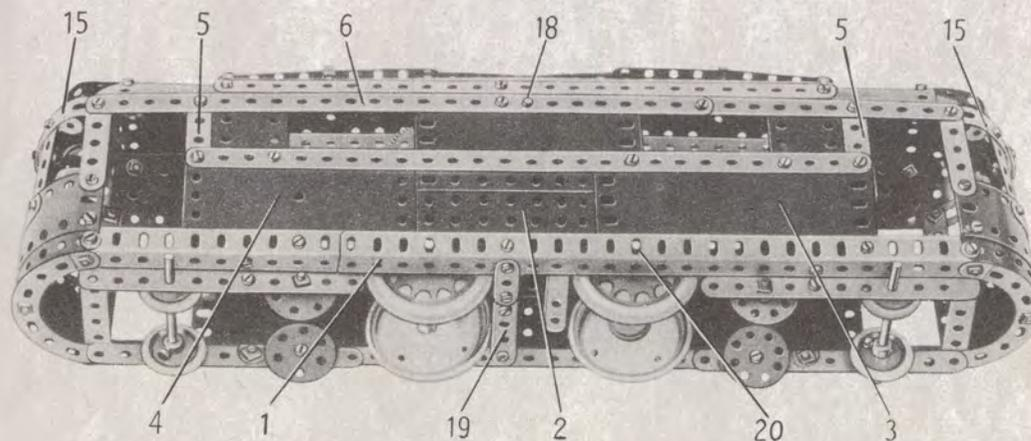

Fig. 5.3a
Le côté du modèle qui apparaît sur la figure 5.3a est monté sur un longon (1) constitué par deux cornières de 25 trous qui se recouvrent sur 15 trous. Ce côté est recouvert par une plaque à rebords de 14x6 cm. (2), une plaque flexible de 14x6 cm. (3) et la moitié d'une plaque à charnière (4). Les bords supérieurs de ces plaques sont renforcés par une bande de 25 trous prolongée par une bande de 5 trous. La partie supérieure du côté est constituée par une plaque flexible de 11,5x6 cm., deux de 6x4 cm. et deux bandes coudées de 60x12 mm. (5). Une bande (6) formée d'une bande de 25 trous et d'une de 11 trous est boulonnée aux extrémités supérieures des bandes coudées et sur les bords supérieurs des plaques.
Les extrémités des deux cabines sont identiques ; chacune d'elles est constituée par deux plaques flexibles de 14x4 cm., dont les grands bords se recouvrent sur deux trous. Les extrémités des plaques sont incurvées et fixées sur les cornières (1) et (7). Les plaques flexibles sont prolongées vers le haut par deux bandes de 5 trous et deux bandes coudées de 60x12 mm. Les extrémités supérieures de ces pièces sont boulonnées sur deux bandes cintrées à glissière (15), qui sont fixées aux extrémités des bandes (6) et (14). Deux bandes incurvées épaulées sont boulonnées à chaque extrémité comme le montre la figure 5.3a.